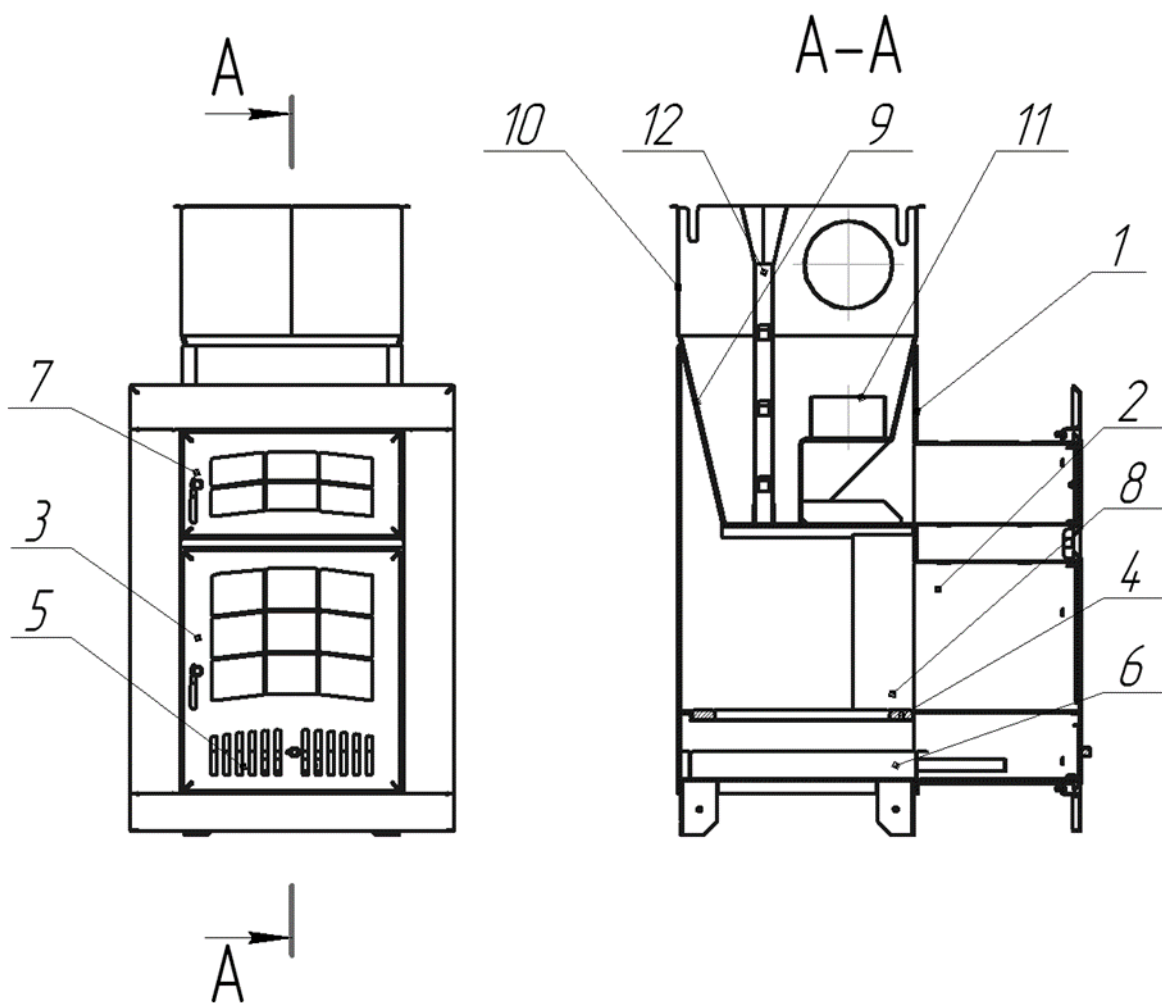

Рис. 6 Устройство печи «VVD Infinite» без декоративно-защитного ограждения
1.4.3 Источником тепла в печах модельного ряда VVD Infinite является топочный агрегат, выполненный из жаростойкой нержавеющей стали толщиной 4 мм. поз.1 рис.6. К топочному агрегату пристыкован комбинированный топочный тоннель поз.2 рис.6, разделенный на два отсека, снабженными индивидуальными дверями с жаростойкими стеклами поз.3,7 рис.6. Через нижний отсек осуществляется закладка топлива в печь и подача воздуха для горения топлива к колосниковой решетке поз.4 рис.6. Дверь отсека имеет отверстия для притока воздуха и оснащена регулятором расхода воздуха поз.5 рис.6. Твердые продукты сгорания топлива (зола) собираются в зольном ящике поз.6 рис.6. Верхний отсек является декоративно-технологическим, и предназначен для наблюдения за процессом дожигания топливных газов. При необходимости, возможно его использование в качестве духового шкафа (подогрев пищи и т.д.). Внутри топочного агрегата размещены воздухопроводы поз.8 рис.6, через которые в верхнюю часть топочного агрегата подается дополнительный воздух для оптимизации процесса горения топлива. В верхней части топочного агрегата размещена емкость для камней поз.9 рис.6. При исполнении печи в варианте ЗК на емкость для камней дополнительно устанавливается короб поз.10 рис.6. и паровая пушка поз.12 рис.6. Отвод дымовых газов осуществляется через дымоотводящий патрубок поз.11 рис.6.